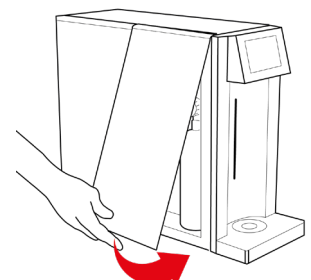

Fig. 2-13
32.4 – Rimontare il pannello laterale in plastica, inserendolo prima nella sede superiore per consentire l'aggancio dello stesso al telaio dell'apparecchio e poi appoggiare la parte inferiore del pannello contro l'apparecchio, vedi Fig. 2-13.